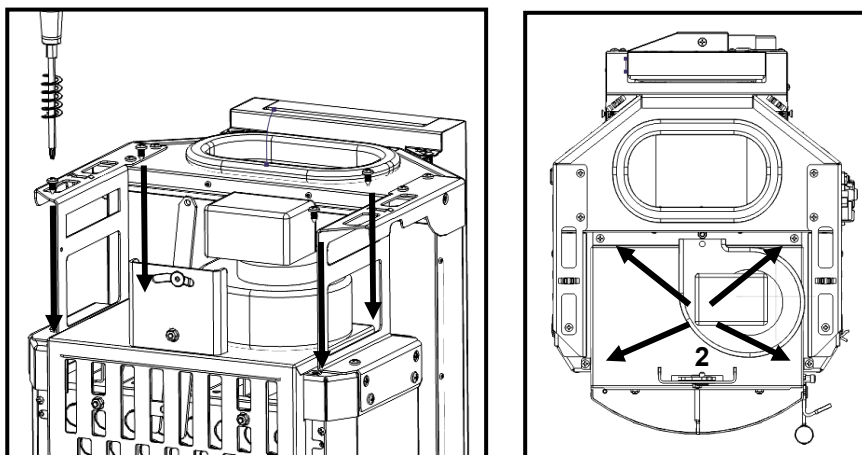

Figura 76 – Fixação do ventilador ao equipamento
e) Apertar o conjunto da figura 76 na face superior da camara de combustão utilizando 4 parafusos **(A)** nos furos preparados para o efeito (2).